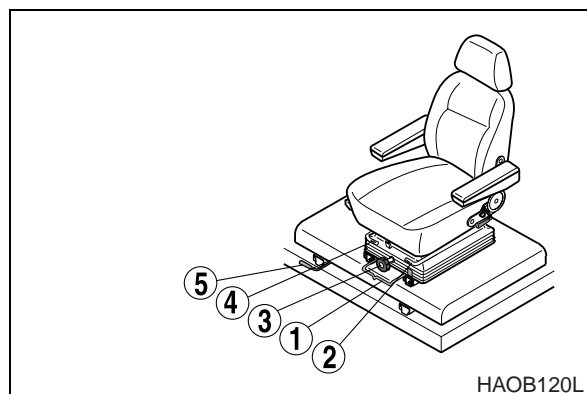

Figure 57
1. ADJUSTING THE SEAT FORWARD/BACKWARD LEVER (FIGURE 57)
2. ADJUSTING THE SEAT'S ANGLE AND HEIGHT LEVER (FIGURE 57)